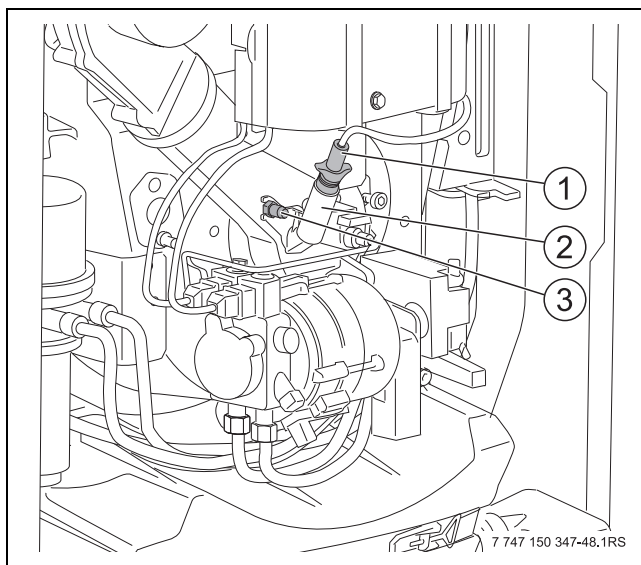

Fig. 80 Démontez le détecteur de flamme
- ▶ Dévisser l'embout de mesure de la pression statique du ventilateur (→ fig. 80, [3], page 52).